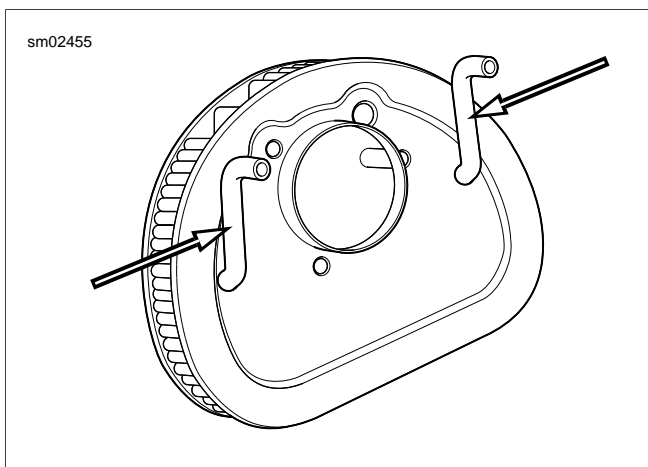

Figure 1-8. Tuyaux de reniflard sur l'arrière du filtre
- Filtre à air ovale** : Voir Figure 1-8. Introduire deux tuyaux de reniflard dans les trous à l'arrière de l'élément de filtre à air et remettre l'élément en place. Connecter les tuyaux de reniflard aux vis de reniflard sur la plaque arrière.